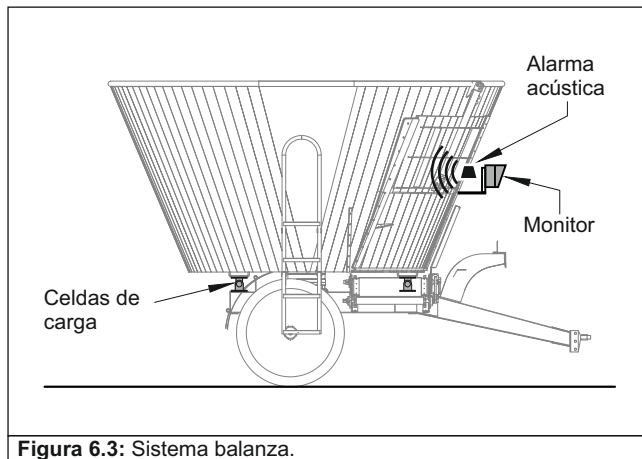

Figura 6.3: Sistema balanza.
6.2.2- El equipo cuenta con un sistema de balanza, que le permite ser metódico en la elaboración de las recetas y su organización. Ver figura 6.3.